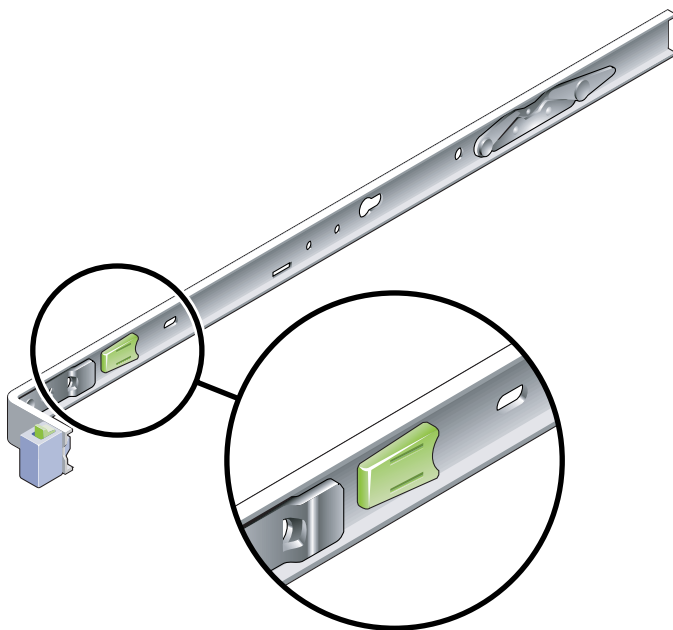

图 2-2 安装托架释放按钮
- c. 向左滑动安装托架释放按钮（图 2-2），随后将安装托架完全滑出滑轨。